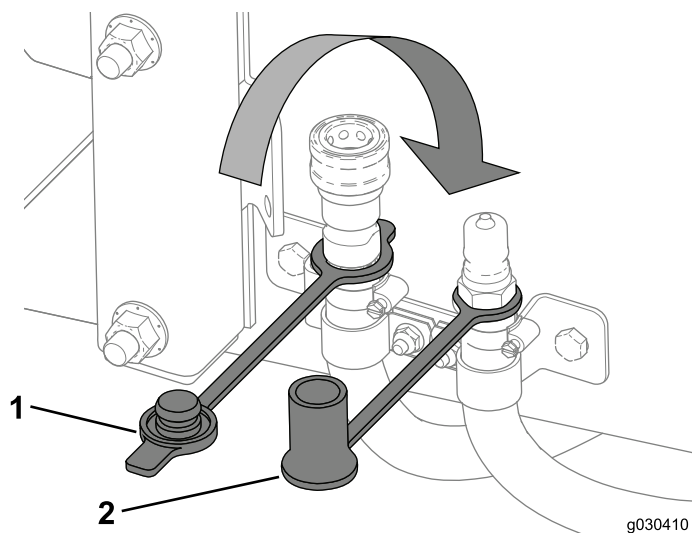

図 69
3. ヒーターホースにダストキャップを取り付ける 図 69。